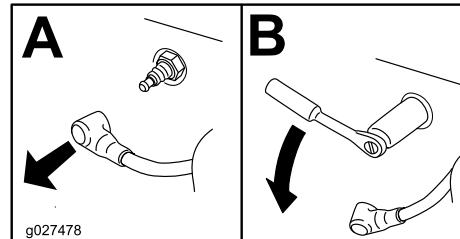

Figura 48
3. Localice y retire las bujías (Figura 48).